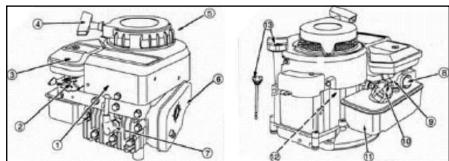

Рис. 3
Основным элементом газонокосилки является 4-х тактный двигатель внутреннего сгорания (Рис.3), с вертикальной осью коленвала и его основные части: (2) - рычаг дросселя; (3) - фильтр воздушный; (4) - стартер ручной; (5) - защитный кожух; (6) - глушитель; (7) - свеча зажигания; (8) - кнопка
топливного насоса; (9) - карбюратор; (10) - пробка бензобака; (11) - бензобак; (12) - корпус двигателя; (13) - маслоналивная горловина, см. рис. 3.